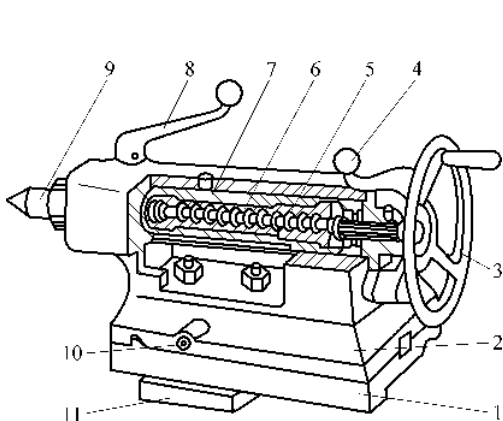

图 1-2 车床尾座的结构
① 主轴箱(又称床头箱): 用于支承主轴,并通过变速齿轮使主轴可做多种速度的旋转运动,同时主轴也通过主轴箱内的另一些齿轮将动力和运动传入进给箱。主轴外端有外螺纹,用于连接卡盘、拨盘等附件;主轴内有锥孔,用于安装顶尖。主轴为空心件,以便细长棒料穿入上料和用顶杆卸顶尖。
② 进给箱: 进给箱内装有进给运动的变速齿轮,用于传递进给运动和调整进给量及螺距。进给箱的运动通过光杠或丝杠传给溜板箱,光杠使车刀车出圆柱或圆锥面、端面和台阶面,丝杠使车刀车出螺纹。
③ 溜板箱: 溜板箱与刀架相连,可使光杠传来的旋转运动变为车刀的纵向或横向直线移动,也可将丝杠传来的旋转运动通过对开螺母直接变为车刀的纵向移动以车削螺纹。光杠和丝杠将进给箱的动力和运动传给溜板箱。车外圆、车端面等自动进给时,使用光杠传动;车螺纹时使用丝杠传动。
④ 挂轮箱: 挂轮箱用于将主轴的转动传给进给箱。调换挂轮箱内的齿轮,并与进给箱配合,可车削不同螺距的螺纹。
⑤ 床身: 床身是精度要求很高的带有导轨的一个大型基础部件,用于支承和连接车床的各个部件,并保证各部件在工作时有准确的相对位置。
⑥ 床腿: 床腿固定在地基上,用于支承床身,内部装有电气控制板和电动机等附件。
⑦ 尾座: 尾座的结构如图 1-2 所示。尾座安装在车床导轨上并可沿导轨纵向移动,尾座套筒锥孔可供安装顶尖或钻头、铰刀等,并依靠尾座架上的尾座锁紧手柄 4 使尾座固定在床身上的任一位置。转动尾座右端手轮 3,可使尾座套筒做进、退移动。扳紧套筒锁紧手柄 8 可将尾座套筒锁紧。